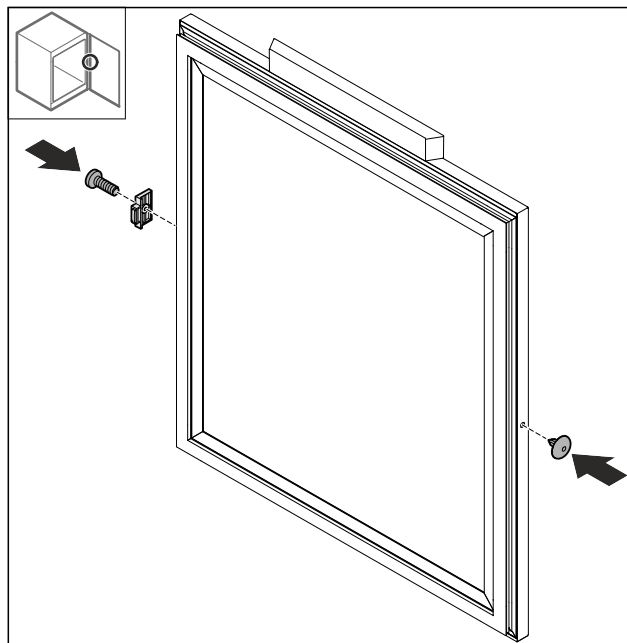

Fig. 74
- Поверніть дверний обмежувач Fig. 74 (1) на 180° і вставте його з протилежного боку.
- Установіть кожух Fig. 74 (2) із протилежного боку.